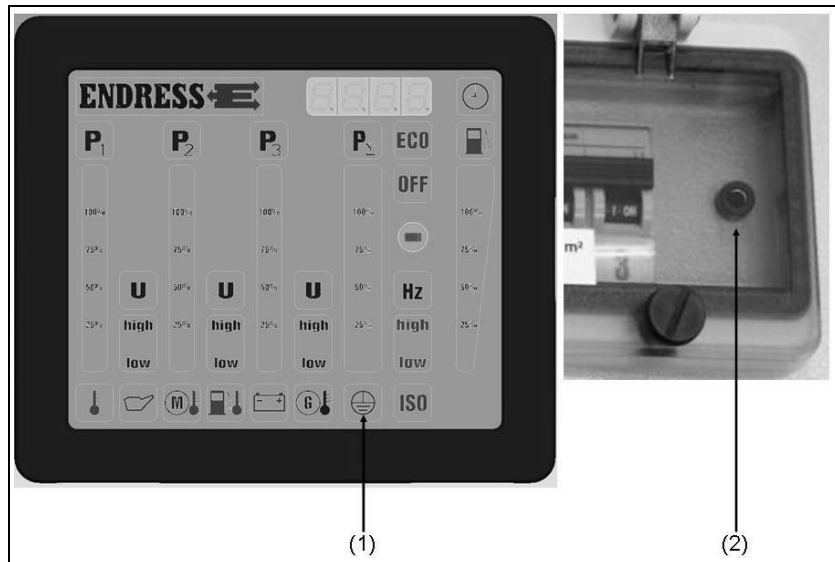

Fig. 4-5: Comprobación del conductor protector
1. Conectar el cable de control a la toma (Fig. 4-5-(2)).
La lámpara de prueba (Fig. 4-5-(1)) de la pantalla multifunción muestra el resultado: